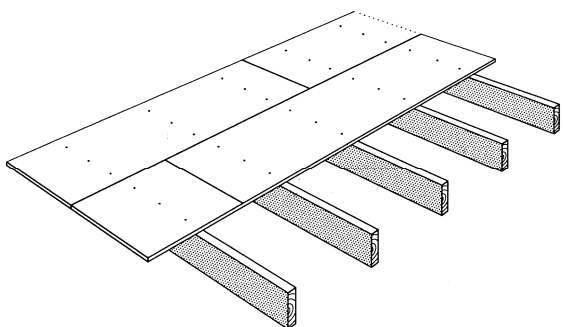

Fig. 2
- Platene skal alltid legges i forband og på tvers av understøttelsene som illustrert i fig. 2.